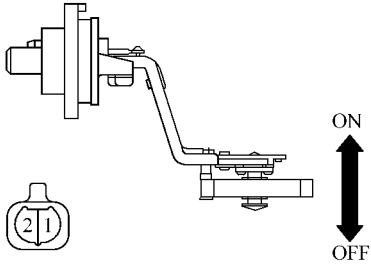

图 18-148 检查机油液位传感器
2) 检查机油液位传感器，如图 18-148 所示。
- ①在开关 OFF 的状态下，检查端子之间是否不导通。
- ②在开关 ON 的状态下，检查端子之间是否导通。